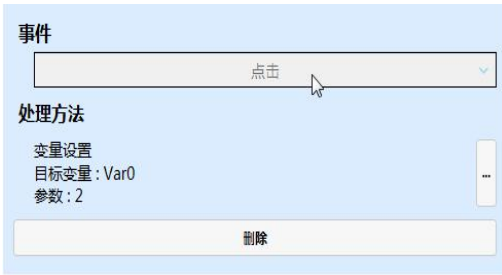

图 7.8 按钮控件事件设置
3、选中按钮控件，各添加一个事件，三个事件触发均为“点击”，处理方法和目标变量等参数设置操作，如图 7.8 所示。